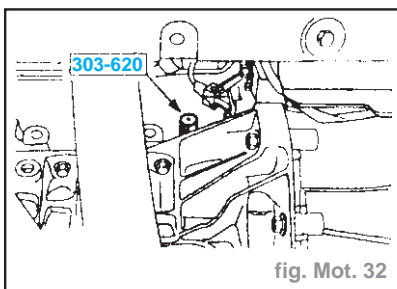

fig. Mot. 32
- Dévisser le bouchon fileté et visser complètement la pige de calage du vilebrequin (fig. Mot.32).